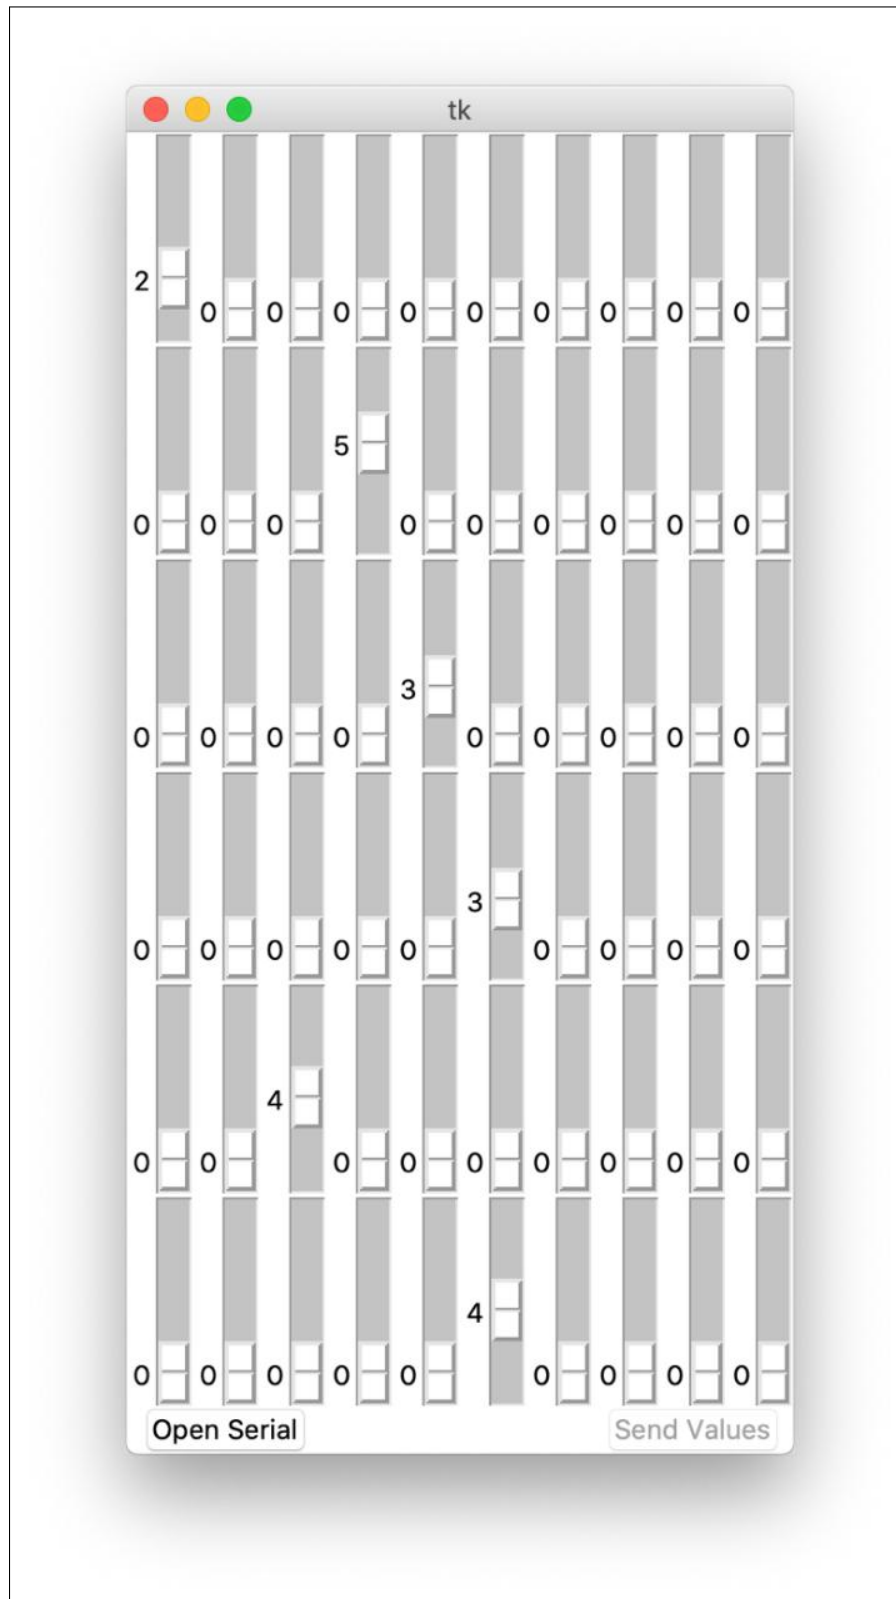

Figure 5 - Application génération données capteurs
- L'outil de "génération de données capteur" va écrire dans le port USB les valeurs des différents points en suivant le format (colonne, ligne, intensité) pour chaque point de la grille. Par exemple, la sortie USB série des données générées dans la Figure 5 sera la suivante :